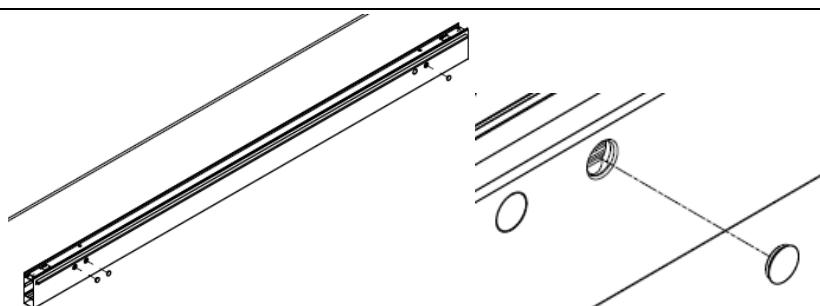

Abbildung 25
4. Die Wandleiste auf die Anker aufsetzen und mit einer Unterlegscheibe und einer Anker-Mutter befestigen. Das Anzugsmoment gemäß den Angaben des Ankerherstellers (Abb. 25).
5. Die Löcher für die Anker mit Aluminiumstopfen verschließen, die auf Dichtungsmittel aufgesetzt werden (Abb. 25 rechts).